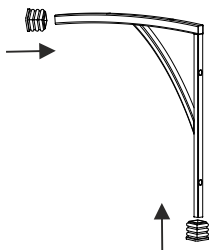

Рис. 2
2. Установите пластиковые заглушки в кронштейны крепления (по 2 штуки в каждый кронштейн). *Рис.2.*